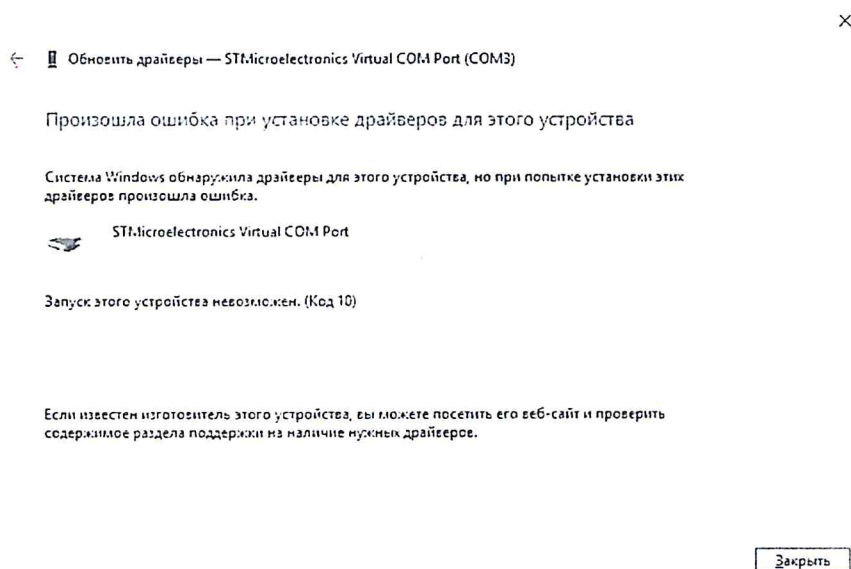

Рисунок 21 – Окно обновления драйвера виртуального COMPort.
5.1.4. В случае возникновения ошибки при установке драйвера (рисунок 21) необходимо совершить операции в следующем порядке: